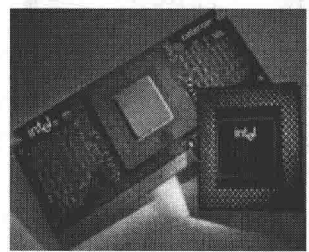
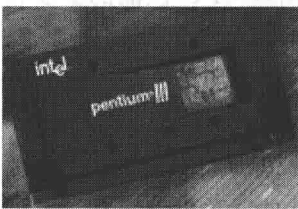
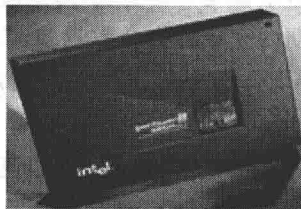

图 1-12 Intel Celeron
图 1-13 Pentium III
图 1-14 Pentium III Xeon
- 1999年, 产生面向低端市场的 Celeron(赛扬) 处理器, 如图 1-12 所示; 中端的 Pentium III, 如图 1-13 所示; 面向服务器市场的 Pentium III Xeon, 如图 1-14 所示。